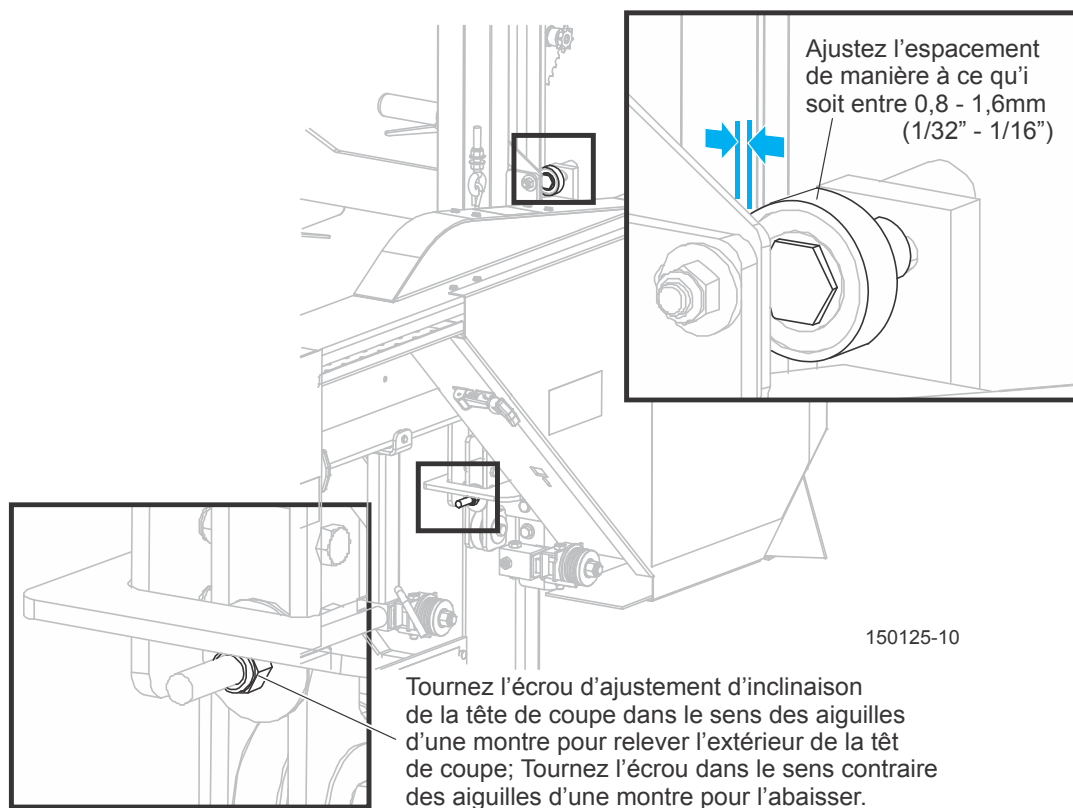

FIG. 4-3
**Voir Figure 4-3.** Tournez l'écrou d'ajustement d'inclinaison de la tête de coupe dans le sens des aiguilles d'une montre pour relever l'extérieur de la tête de coupe. Tournez l'écrou dans le sens contraire des aiguilles d'une montre pour l'abaisser. Une fois que la tête de coupe est ajustée parallèlement au support de banc, vérifiez l'espacement entre le plus haut palier du mât et le support du mât. Réglez selon le besoin jusqu'à ce que